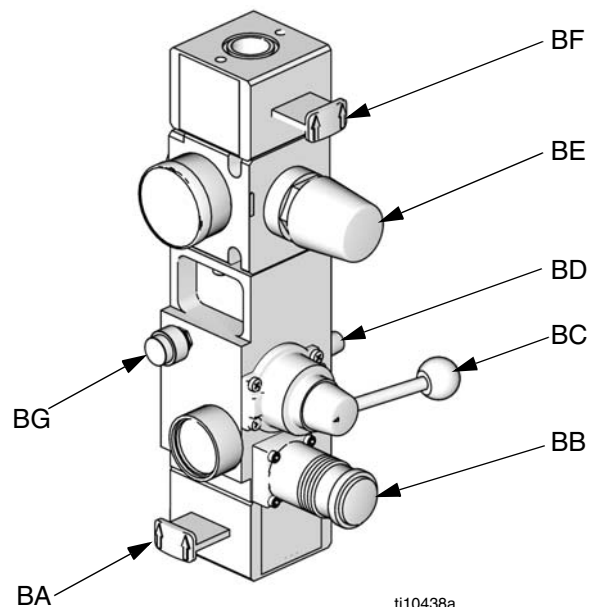

FIG. 4 : Commandes pneumatiques intégrées
- J Commandes pneumatiques intégrées (consultez la FIG. 4)
- Commandes pneumatiques intégrées (J). Consultez la FIG. 4.
- Électrovanne du moteur pneumatique (AD). L'électrovanne est activée lorsque l'élévateur sélectionné l'est également et qu'il est en mode Fonctionnement, en mode Recirculation ou en mode Amorçage. L'électrovanne est désactivée lorsque le système est arrêté ou en mode Décompression ou lorsque l'élévateur est en mode Prêt inactif. La DEL de l'électrovanne s'allume lorsque cette dernière est activée.